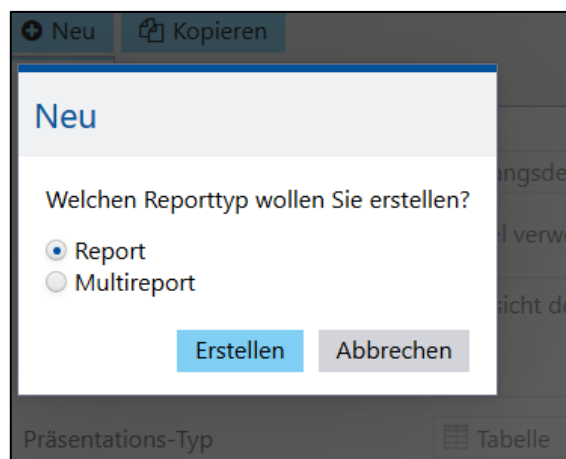

Bild 153: Neuen Report erstellen
1. Im Darstellungsbereich auf **Neu** klicken (siehe Bild 153).